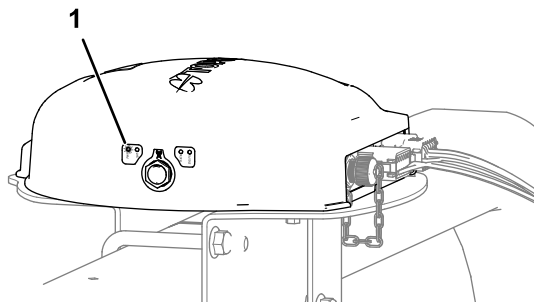

Figura 266
- Receptor de satélite – se enciende el indicador PWR (Figura 266)